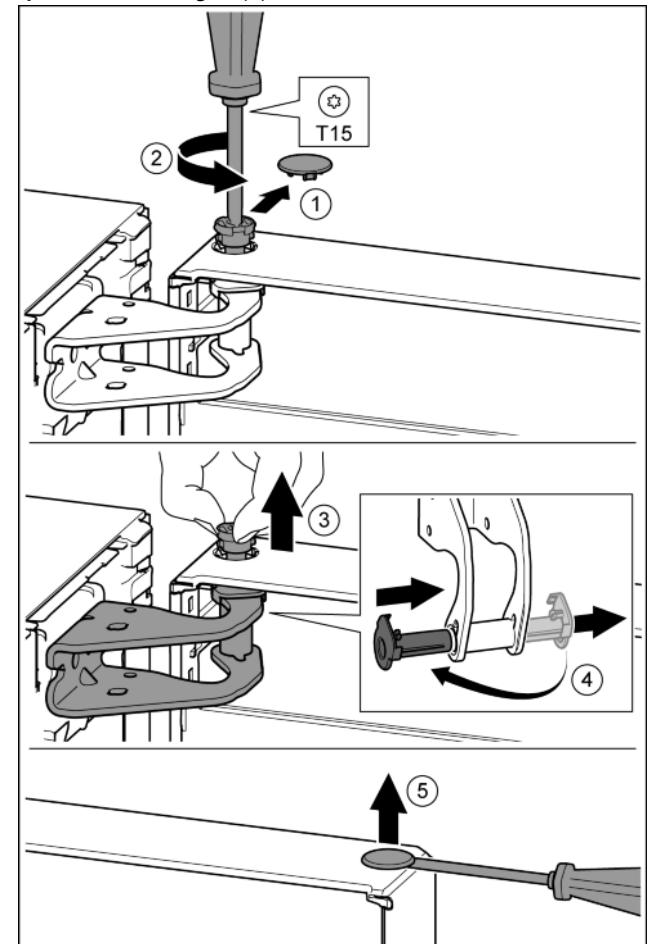

Fig. 8
- ▶ Veiligheidsafdekking voorzichtig eraf trekken. *Fig. 8 (1)*
- ▶ Bout met schroevendraaier T15 een stukje eruit draaien. *Fig. 8 (2)*
- ▶ De deur vasthouden en de bout met de vingers eruit trekken. *Fig. 8 (3)*
- ▶ Lagerbussen uit de geleiding trekken. Op de andere kant aanbrengen en vastklikken. *Fig. 8 (4)*
- ▶ Stop voorzichtig met een sleufschroevendraaier uit de lagerbus van de deur optillen en eruit trekken. *Fig. 8 (5)*